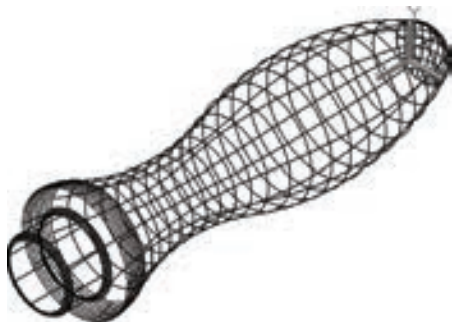

图 10-12 UCS 坐标和手柄的三维线框图
(2) 线框(W) 显示对象时使用直线和曲线表示边界。显示一个已着色的三维 UCS 图标。光栅和 OLE 对象、线型及线宽不可见，可将 COMPASS 系统变量设置为“1”来查看坐标球，将显示应用到对象的材质颜色。图 10-12 所示是 UCS 坐标和手柄三维线框图。